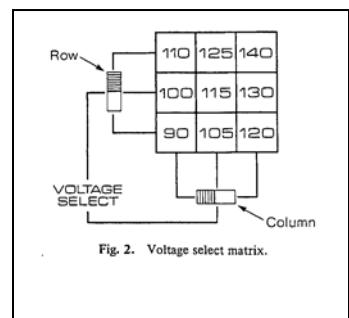

Fig. 2. Matriz de selección de voltaje
- Select the desired voltage with the VOLTAGE SELECT switches. The two 3 position switches are connected in a matrix arrangement as shown on the front panel of the ISOPACK, and in Fig. 2. The matrix provides nine possible combinations, each producing a different output voltage. For example, if both switches are in the center position, a 115 volt output results. With the “ROW” switch selecting the top row and the “COLUMN” switch selecting the left column, a 110 volt output results, etc.
- The voltages shown on the matrix (Fig. 2) are approximate, depending upon the load and the input voltage’s variance from 120 volts. To determine the specific voltage, connect a precision Multimeter to measure the AC voltage at the ISOLATED output.
- Seleccione el voltaje deseado mediante los switches VOLTAGE SELECT. Los 2 switches de 3 posiciones Están conectados en un arreglo de matriz como en la Fig. 2 y el panel frontal del ISOPACK. La matriz de 3x3 provee nueve posibles combinaciones, cada una con un voltaje de salida distinto. Por ejemplos, si ambos switches están en la posición central se obtienen 115 Volts. Al seleccionar con el switch “ROW” la columna superior y con el “COLUMN” la fila izquierda, se obtienen 110 Volts, etc.
- Los voltajes de la matriz mostrados en la Fig. 2 son aproximados, dependiendo de la carga y de la diferencia posible con 120 Volts. Para determinar el voltaje específico, utilice un multímetro de precisión Precision para medir el voltaje en la salida ISOLATED.